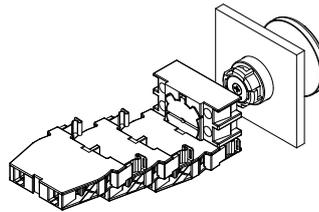

图2
2. 通过将位置1至3卡入安装法兰（见图2）安装EF接触系统的触头元件。中间位置（位置 3）用于在带灯的设备上安装照明元件（见图3）。